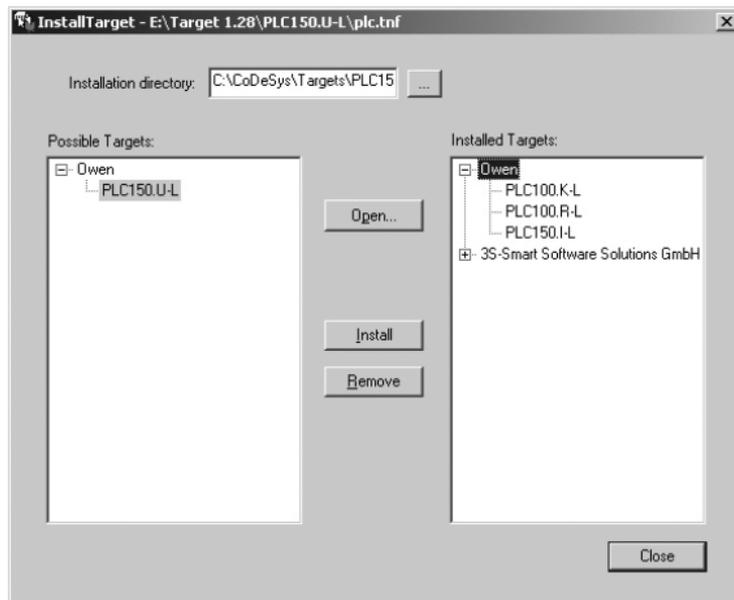

Рисунок 5.1 - Окно «InstallTarget» утилиты InstallTarget
- В открывшемся при запуске утилиты **InstallTarget** окне (рисунок 5.1) – нажать кнопку Open и указать путь доступа к инсталлируемому Target-файлу (имеющему расширение ***.tnf**, Target Information File). Target-файлы контроллеров ОВЕН ПЛК150 находятся на компакт-диске, поставляемом с контроллером, в папке «Target» или могут быть скачаны с сайта www.owen.ru. При скачивании с сайта папку с Target-файлами надо разархивировать и сохранить на жестком диске ПК.